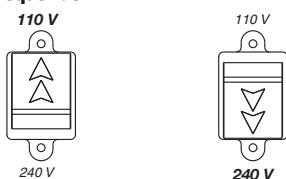

Fig. 1
**En los modelos "M DV" controlar que la cubierta (Fig. 1) de la tecla de selección de la tensión de alimentación, esté orientada de modo que sus flechas indiquen el valor de tensión requerido.**